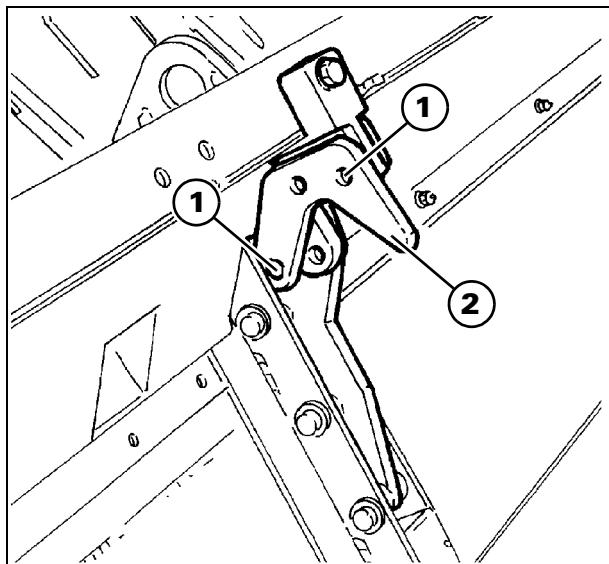
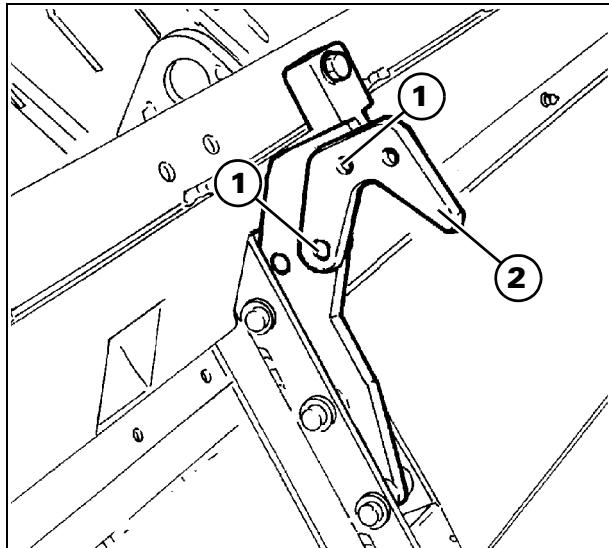

Рис. 11
Рис. 12
Рис. 11 и Рис. 12
- 2.) Демонтировать болты (1) крепления крюка (2) на обеих сторонах.
- 3.) Изменить положение крюков (2), перемещая их назад; затем закрепить, как показано на Рис. 12.
Нормальное положение (Рис. 11) рекомендуется при обработке любых культур (даже полеглых). Если камнеуловитель заполняется слишком быстро, следует увеличить угол наклона жатки относительно поверхности грунта (Рис. 12).